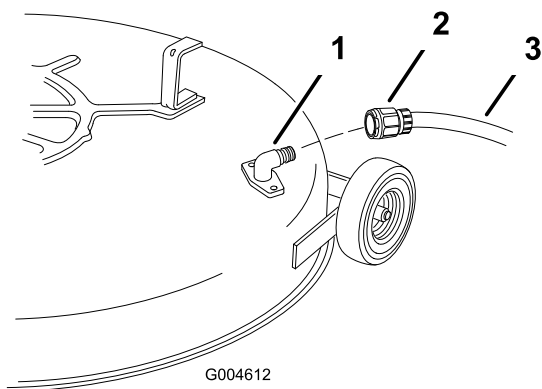

Figura 50
5. Montate il manicotto al raccordo di lavaggio del tosaerba, quindi aprite il rubinetto per erogare un getto forte (Figura 50).